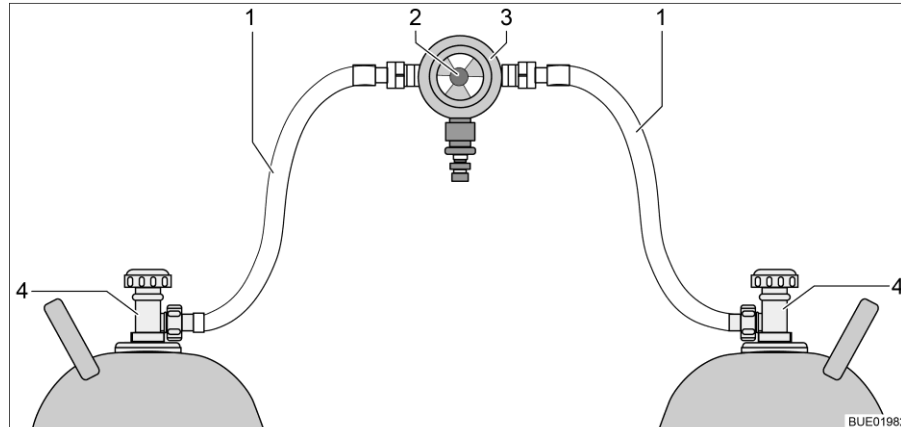
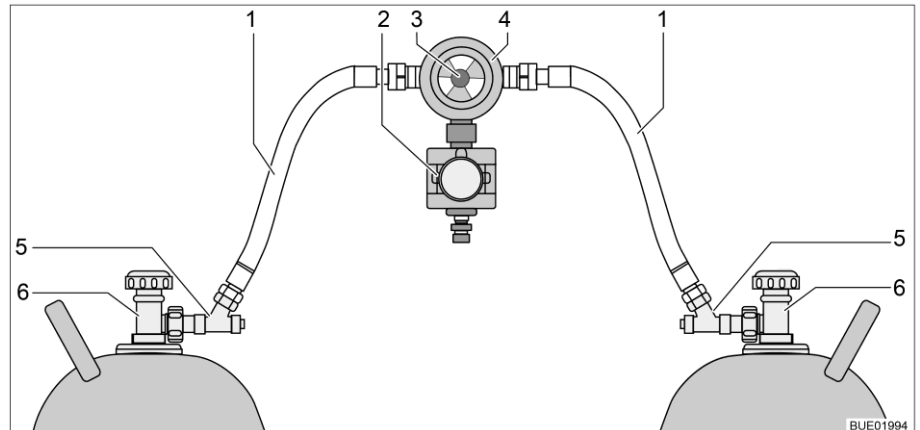

Fig. 89 Impianto di commutazione per bombole del gas
Fig. 90 Impianto di commutazione per bombole del gas con CPU
L'impianto di commutazione per bombole del gas è formato da un regolatore di pressione del gas combinato con valvola di commutazione e indicazione (Fig. 89,3). L'impianto di commutazione per bombole del gas è montato tra i due tubi del gas (Fig. 89,1).
L'impianto di commutazione per bombole del gas è formato da un regolatore di pressione del gas combinato con valvola di commutazione e indicazione (Fig. 90,4) e una elettrovalvola (Fig. 90,2). In caso di frenata brusca, incidente o inclinazione straordinaria, l'elettrovalvola blocca l'alimentazione del gas al veicolo. L'impianto di commutazione per bombole del gas è montato tra i due tubi del gas (Fig. 90,1) con dispositivi antirottura del tubo flessibile (Fig. 90,5).
L'impianto di commutazione per bombole del gas garantisce una pressione del gas costante, indipendentemente da quale bombola provenga l'alimentazione del gas. L'indicatore nella valvola di commutazione indica il livello di riempimento della bombola in uso. Se l'indicatore è verde, il rifornimento di gas viene fatto dalla bombola in uso. Quando l'indicatore è rosso, la bombola in uso è vuota. Il rifornimento di gas avviene poi tramite la bombola di riserva. Con la manopola (Fig. 89,2 o Fig. 90,3) sull'impianto di commutazione per bombole del gas è possibile stabilire quale delle bombole del gas viene utilizzata come bombola in uso e quale come bombola di riserva.
Sulla centralina di controllo (Fig. 91) possono venire azionate solo le funzioni elettriche. Le valvole principali di arresto delle bombole del gas (Fig. 89,4 o Fig. 90,6) devono essere aperte manualmente.
- Aprire le valvole principali di arresto delle bombole del gas (Fig. 89,4 o Fig. 90,6).
- Premere i dispositivi antirottura del tubo flessibile (Fig. 90,5) uno dopo l'altro per 10 secondi.
- Con la manopola (Fig. 89,2 o Fig. 90,3) sull'impianto di commutazione selezionare la bombola del gas, da cui deve provenire la principale alimentazione del gas (bombola in uso).
- Chiudere le valvole principali di arresto delle bombole del gas (Fig. 89,4 o Fig. 90,6).